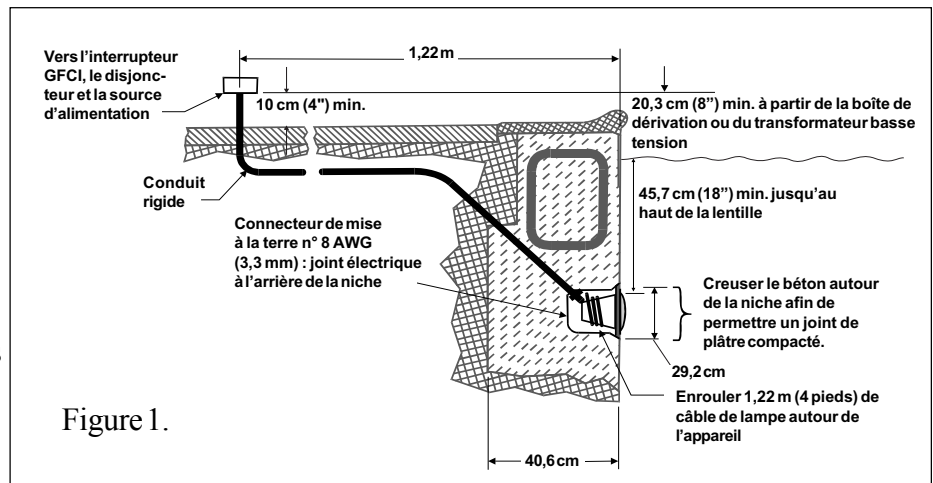

Figure 1.
A. Avant que l'appareil d'éclairage ne puisse être installé, l'électricien devra procéder aux préparatifs suivants (cf. figure 1 ci-dessous).
- b. La boîte de dérivation (ou, pour les modèles de 12 volts, le transformateur basse tension) est située à au moins 20,3 cm (8 pouces) au-dessus du niveau du sol et à au moins 1,22 m (48 pouces) du bord de la piscine (cf. figure 1 ci-dessous).
- d. La niche immergée est correctement installée de manière à ce que le bord supérieur de la lentille de la lampe soit à au moins 45,7 cm (18 pouces) au-dessous de la surface de l'eau dans la piscine (cf. figure 1 ci-dessous).
- e. La niche immergée comporte des joints électriques appropriés et est convenablement reliée à la terre au moyen du connecteur de terre n° 8 AWG (3,3 mm) situé à l'arrière de la niche (cf. figure 1).
1. Acheminer le cordon à travers le conduit jusqu'à la boîte de dérivation en laissant au moins 1,22 m (4 pieds) à enrouler autour de la lampe au niveau de l'appareil d'éclairage (cf. figure 1). Ce mètre vingt-deux permet de procéder au remplacement de la lampe une fois la piscine remplie d'eau.
- d. La niche immergée est correctement installée de manière à ce que le bord supérieur de la lentille de la lampe soit à au moins 45,7 cm (18 pouces) au-dessus de la surface de l'eau dans la piscine (cf. figure 1 ci-dessous).
5. Laisser au moins 1,22 m (4 pieds) de cordon à enrouler autour de la lampe (cf. figure 1). Ce mètre vingt-deux permet de procéder au remplacement de la lampe une fois la piscine remplie d'eau.